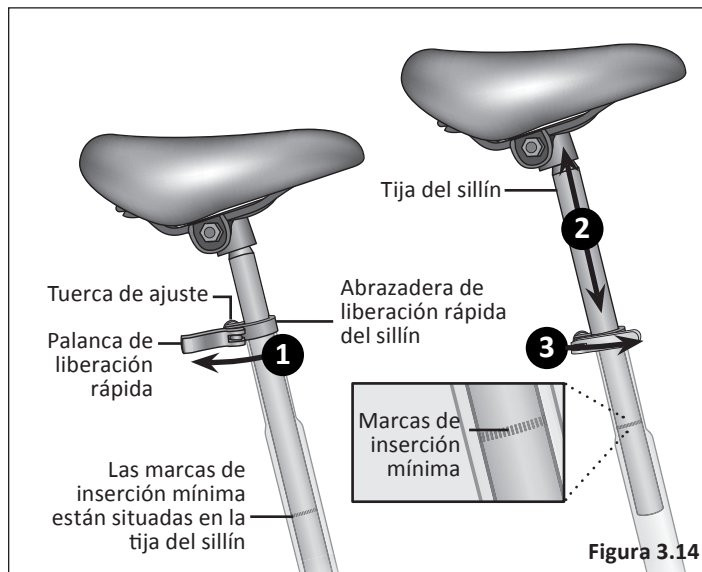

Figura 3.14
- 1 Accione la palanca de liberación rápida e inserte la tija del sillín en el tubo del sillín. **Figura 3.14**